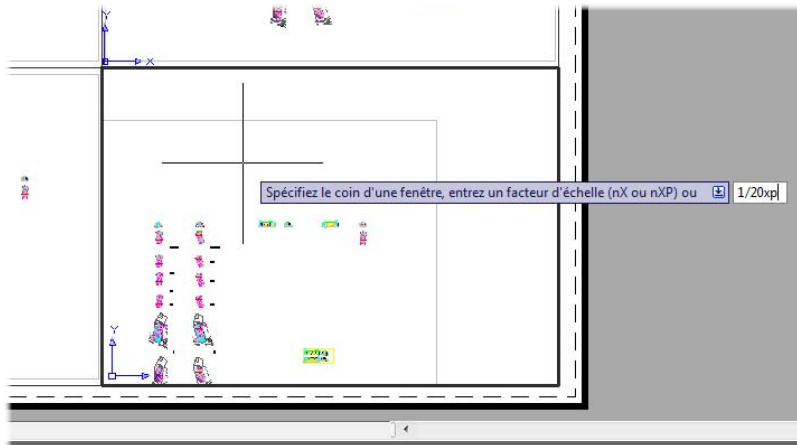

Figure 6.33
33. Tapons **1/20xp** et validons (voir Figure 6.33). De la même manière que pour la Présentation 1, on utilise le panoramique pour cadrer la façade.